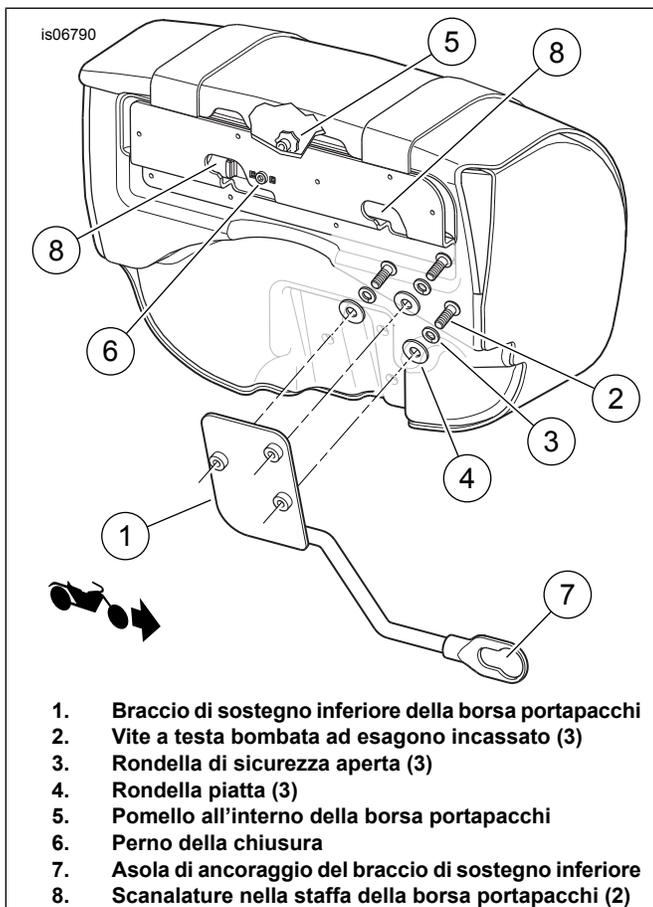

Figura 8. Installazione del braccio di sostegno inferiore (illustrato quello di sinistra)
1. Vedere Figura 8. Collocare il braccio di sostegno inferiore sull'esterno della parte posteriore della borsa portapacchi. Applicare qualche goccia del frenafletti Loctite 243 – blu alla filettatura delle viti (2). **Senza stringerlo**, installare il braccio di sostegno inferiore (1) sulla borsa portapacchi dalla parte interna di questa, utilizzando viti (2), rondelle di sicurezza (3) e rondelle piatte (4).
2. Vedere Figura 8. Dalla parte interna della borsa portapacchi, tirare e ruotare il pomello (5). Il perno della chiusura (6) apre il blocco della staffa.
3. Con la borsa portapacchi inclinata in avanti, portare il diametro grande dell'estremità con l'asola di ancoraggio (7) del braccio di sostegno inferiore sul punto di ancoraggio inferiore. Far oscillare in basso il corpo della borsa in modo che i punti di ancoraggio esterni sul coperchio del supporto scorrano nelle scanalature (8) della staffa sulla parte posteriore della borsa.
5. Con la borsa quanto più avanti possibile, girare il pomello di 1/4 di giro. Se la borsa è inserita correttamente, il pomello dovrebbe scattare all'interno. Guardare dietro la borsa e accertarsi che la chiusura (6) sia chiusa.
6. Girare il braccio di sostegno (1) in modo che il punto di ancoraggio inferiore sia inserito a fondo nel diametro piccolo dell'asola della staffa di sostegno inferiore. Serrare la vite di montaggio della staffa di sostegno del poggiatesta ad una coppia di 34–41 N·m (25–30 ft-lbs).
7. Se, regolando la staffa di sostegno durante le operazioni al punto 10, si spinge in alto o in basso la borsa o il braccio di sostegno inferiore, allentare le tre viti (2) che fissano il braccio di sostegno inferiore alla borsa portapacchi e spostare il braccio avanti o indietro, se necessario. Serrare le tre viti del braccio di sostegno ad una coppia di 7–10 N·m (60–90 in-lbs).